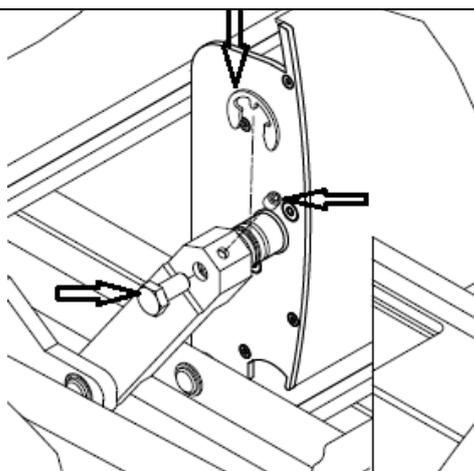

Figure 50
13. Aligner les deux lames verticalement et serrer la fixation : - du côté du bras dans l'axe de la tige - vis hexagonale M8x16. Couple de serrage 17 Nm. A l'extrémité supérieure du bras, visser dans le trou fileté - vis à pression M6x8 avec douille Allen. Couple de serrage 7 Nm (Fig. 50).
17. Serrer complètement les vis à six pans creux dans l'axe de l'arbre des deux plumes (couple de serrage 17 Nm) et, aux extrémités supérieures des bras, visser les vis sans tête M6x8 avec une douille à six pans creux dans le trou fileté (couple de serrage 7 Nm)-fig.50.